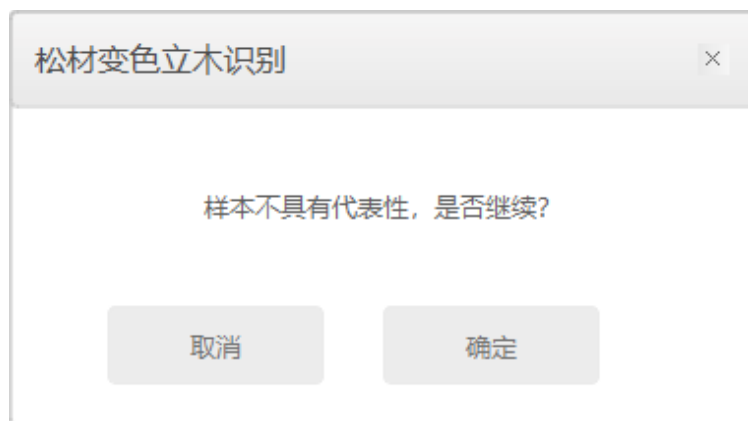

图 2-11 样本不具有代表性提示
(5) 当选择的样本不具有代表性时，点击“下一步”按钮系统提示“样本不具有代表性，是否继续？”，如图 2-11，点击“取消”按钮返回样本选择界面，点击“确定”进入“预览调参”界面。